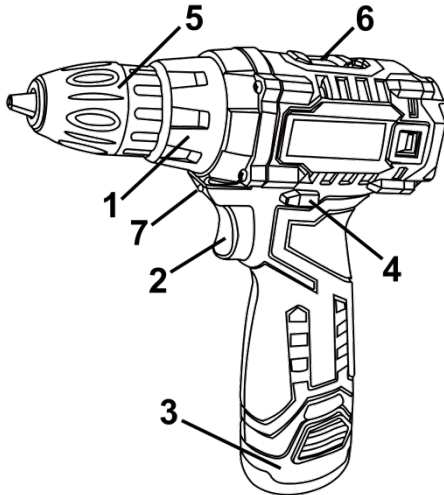

Рисунок 1
4.1.3 Встановіть необхідний крутний момент за допомогою кільця регулятора моменту зтягування (1) (див. рисунок 1).
4.3 Для включення виробу натисніть на клавішу вимикача (2) (рисунок 1). Для відключення виробу слід клавішу відпустити. Регулювання швидкості обертання патрону здійснюється ступенем натискання на клавішу вимикача.